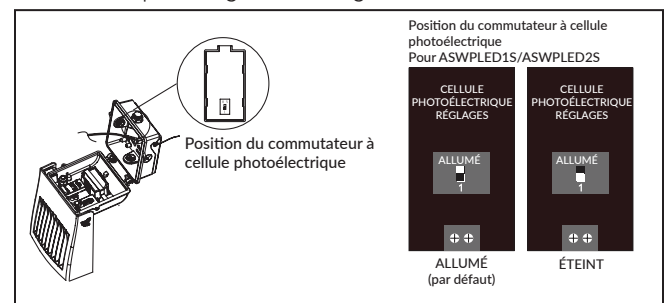

Figure 5.
7. Le commutateur marche-arrêt à cellule photoélectrique peut être réglé selon votre préférence à l'aide de l'interrupteur à glissière. (Figure 5)